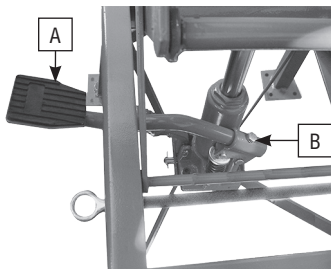

Рисунок 2 - Установка педали
1. Вставьте педаль подъёмного механизма А рис. 2 в соответствующий разъем, закрепите болтом В рис. 2.